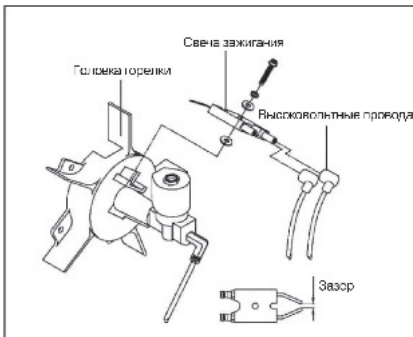

рис. 9 Свеча зажигания
- Отсоедините высоковольтные провода от свечи зажигания (см. рис. 9)